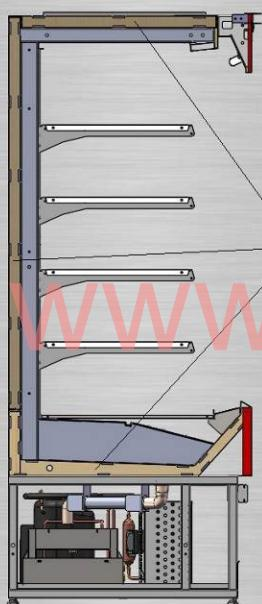

рис. 1
- Обклепить торцы стыкуемых витрин лентой поролоновой 30Х6, входящую в комплектацию витрин (рис.1).